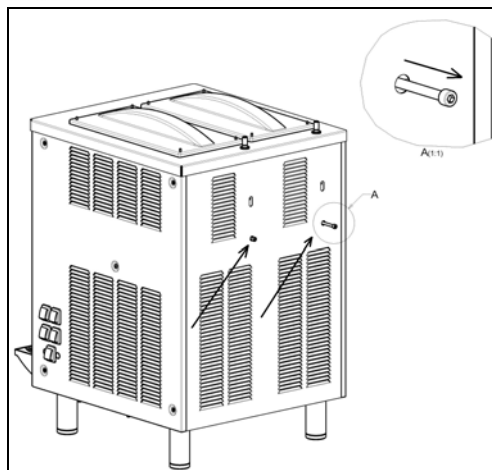

Fig. 4
**LA GAMMA MP VIENE FORNITA CON UNA VITE DI BLOCCO POSTA SUL PANNELLO POSTERIORE, RIMUOVERE TALE VITE PRIMA DI AVVIARE L'APPARECCHIATURA (FIG.4) E CONSERVARLA ATTENTAMENTE ONDE POTERLA RIMONTARE IN CASO DI SUCCESSIVE SPEDIZIONI.**